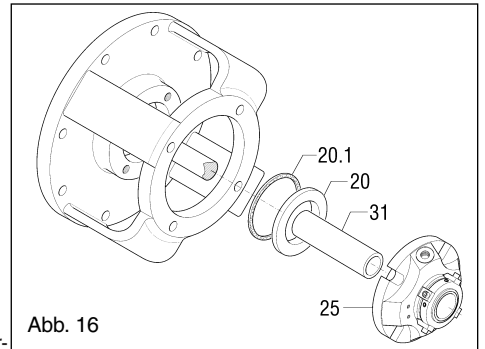

Abb. 16
- Das Distanzstück (31) leicht schmieren, um die anfängliche Montage der Dichtung zu vereinfachen (Abb. 16)